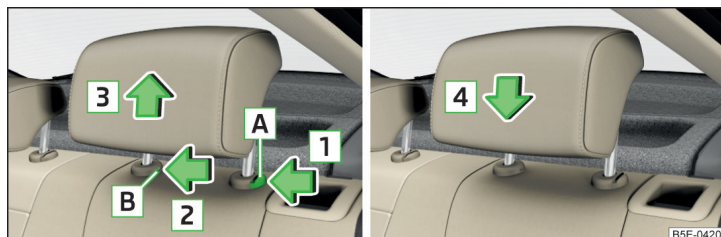

Fig. 68 Desmontar y montar el reposacabezas trasero
- Pulse la tecla de seguridad **A** en sentido de la flecha **1** » fig. 68, presionando al mismo tiempo con un destornillador plano con un ancho de 5 mm como máx. la tecla del seguridad en el orificio **B** en sentido de la flecha **2**.